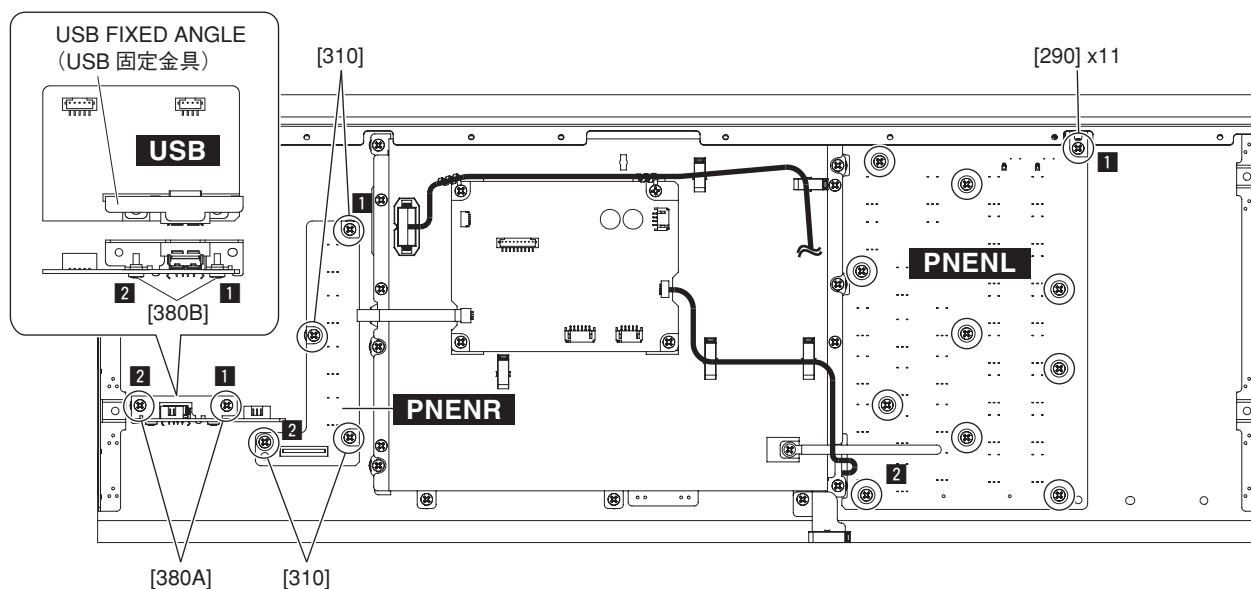

Fig. 8 (図 8)
PNENR circuit board can then be removed. (Fig. 8)
* **When installing the PNENR circuit board, tighten the screws **1** and **2** shown in fig. 8 in numerical order and then tighten the other screws.**
- B-3-3. [310] のネジ 4 本を外して、PNENR シートを外します。(図 8)
- ※ PNENR シートを取り付ける際は、図 8 に示す **1**、**2** の順にネジを締めてから他のネジを締めてください。
- B-4-3. Remove the eleven (11) screws marked [290]. The PNENL added button can then be removed. (Fig. 8)
- * **When installing the PNENL added button, tighten the screws 1 and 2 shown in fig. 8 in numerical order and then tighten the other screws.**
- B-5-2. Remove the two (2) screws marked [380A]. The USB circuit board can then be removed. (Fig. 8)
- * **When installing the USB circuit board, tighten the screws 1 and 2 shown in fig. 8 in numerical order.**
- B-5-3. Remove the two (2) screws marked [380B]. The USB circuit board and USB fixed angle can then be separated. (Fig. 8)
- * **When installing the USB fixed angle, tighten the screws 1 and 2 shown in fig. 8 in numerical order.**
- B-4-3. [290] のネジ 11 本を外して、PNENL ボタン付を外します。(図 8)
- ※ **PNENL ボタン付を取り付ける際は、図 8 に示す 1、2 の順にネジを締めてから他のネジを締めてください。**
- B-5-2. [380A] のネジ 2 本を外して、USB シートを外します。(図 8)
- ※ **USB シートを取り付ける際は、図 8 に示す 1、2 の順にネジを締めてください。**
- B-5-3. [380B] のネジ 2 本を外して、USB シートから USB 固定金具を外します。(図 8)
- ※ **USB 固定金具を取り付ける際は、図 8 に示す 1、2 の順にネジを締めてください。**